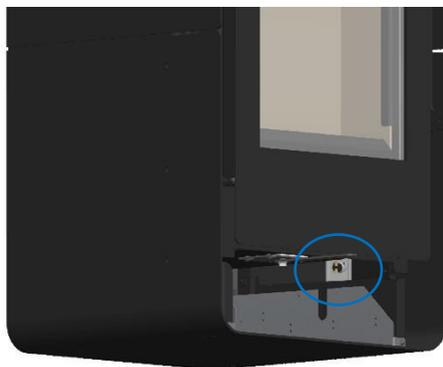

Figura 40 - Montaje del termostato del kit de ventilación
* Coloque el termostato del kit de ventilación en el lateral de la unidad, Figura 40;